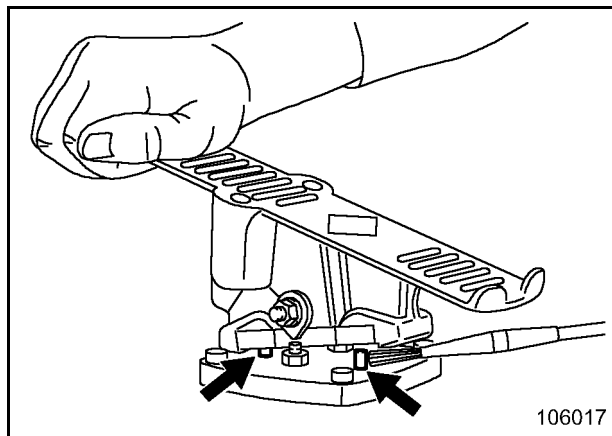

Fig. 3-89:
- Limpiar la grasa vieja y la suciedad de los émbolos de distribución de los pedales (flechas, Fig. 3-89:) y de la placa del pedal.